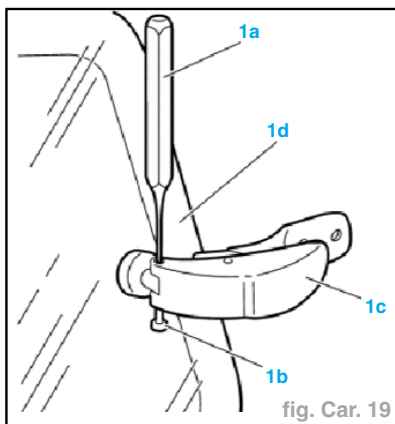

fig. Car. 19
- A l'aide d'un étréssillon (1a), extraire de la vitre (1d) l'axe (1b) et le dispositif d'ouverture/fermeture (1c) (fig. Car. 19).